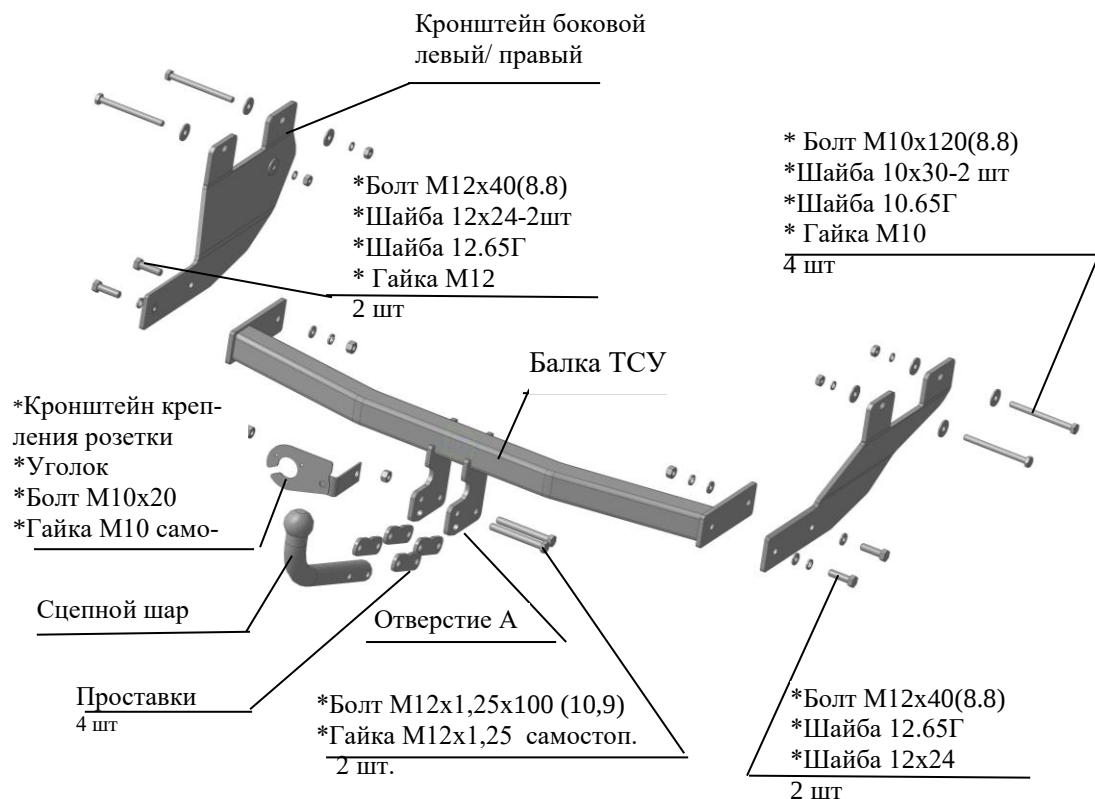

Рис.1 Тягово-сцепное устройство 7270.
2.1 ТСУ 7270 в сборе (рис.1)	1 шт.
2.2 Пакет с комплектующими (см. рис.1)+защитный колпак	1 шт+1 шт.
4.2 Установить боковой левый кронштейн к внутренней полке левого лонжерона, используя болты М10х120, штатные втулки в лонжеронах и крепеж соответственно рис.1.
4.4 Закрепить балку ТСУ к съемным боковым кронштейнам болтами М12х40 и крепежом соответственно рис.1. Крепеж не затягивать.